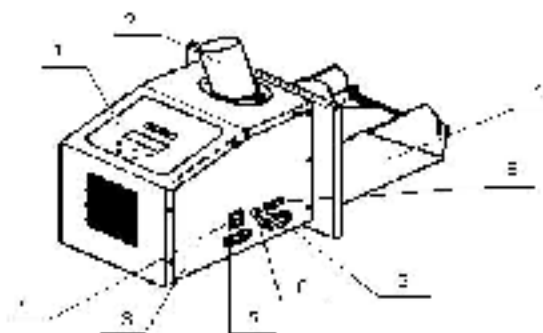
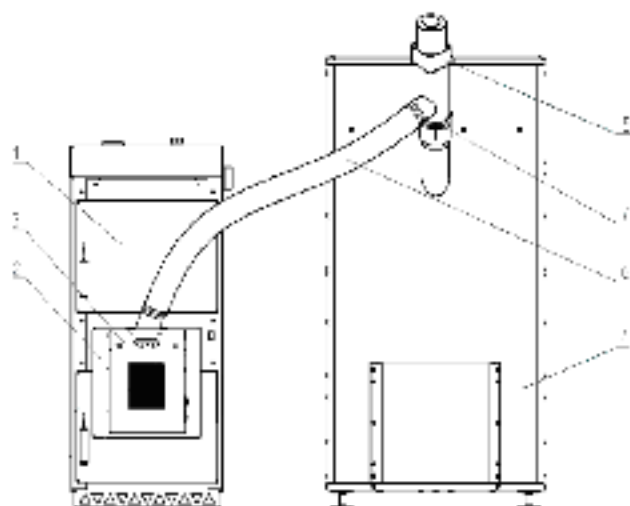

Рис. 33 Пеллетная горелка
Рис. 34 Котлы КС-ТП-12/16, КС-ТП-16/20
В.2.5 К патрубку 2 подачи пеллет (рис. 33) подсоединить шланг 6 (рис. 34, 35), подающий механизм 5 и бункер 4.
9.12 Схемы установки котлов представлены на рис. 34.